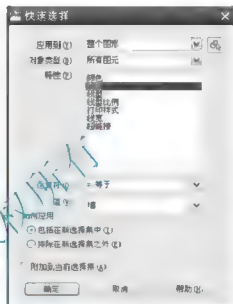
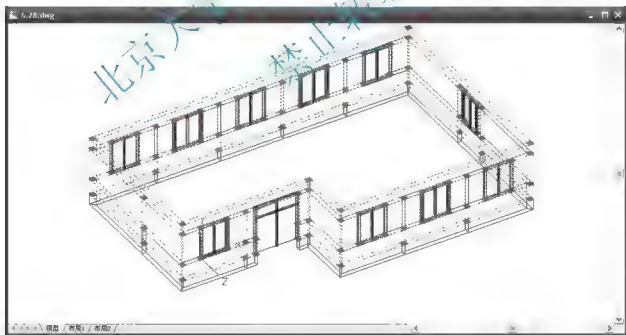

图 6.27 【快速选择】对话框
图 6.28 利用【快速选择】命令选择首层墙
(3) 选择菜单栏中的【工具】|【快速选择】命令，打开【快速选择】对话框，其中的参数设置如图 6.27 所示，然后单击【确定】按钮关闭对话框。结果所有三维墙体上都出现蓝色夹点，如图 6.28 所示。